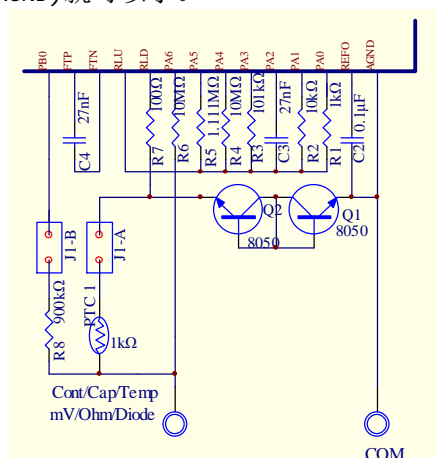

图11 电压测量电路
13.11.1 电压测量电路见图 11。J1A, J1B 断开。